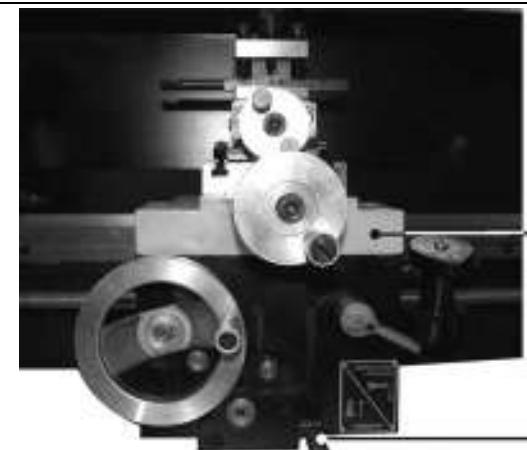

Рис.17
10.4. Точение с автоматической подачей (Рис. 17, 18)
10.4.3. Переключением рычага (26) включения автоматической подачи в верхнее положение приводится в действие автоматическое перемещение каретки (24), Рис.17.